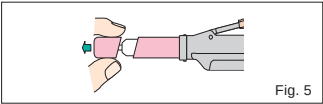

Fig. 5
- a) Togliere il cappuccio dalla cartuccia. (Fig. 5)
- Quitar la tapa del cartucho. (Fig. 5)